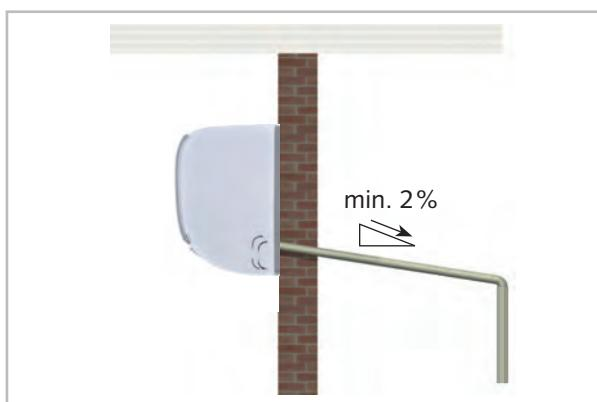

Abb. 13: Kondensatanschluss Innengerät
- Die bauseitige Kondensatleitung ist mit einem Gefälle von min. 2 % zu verlegen (Abb. 13). Gegebenenfalls sehen Sie eine dampfdiffusionsdichte Isolation vor.